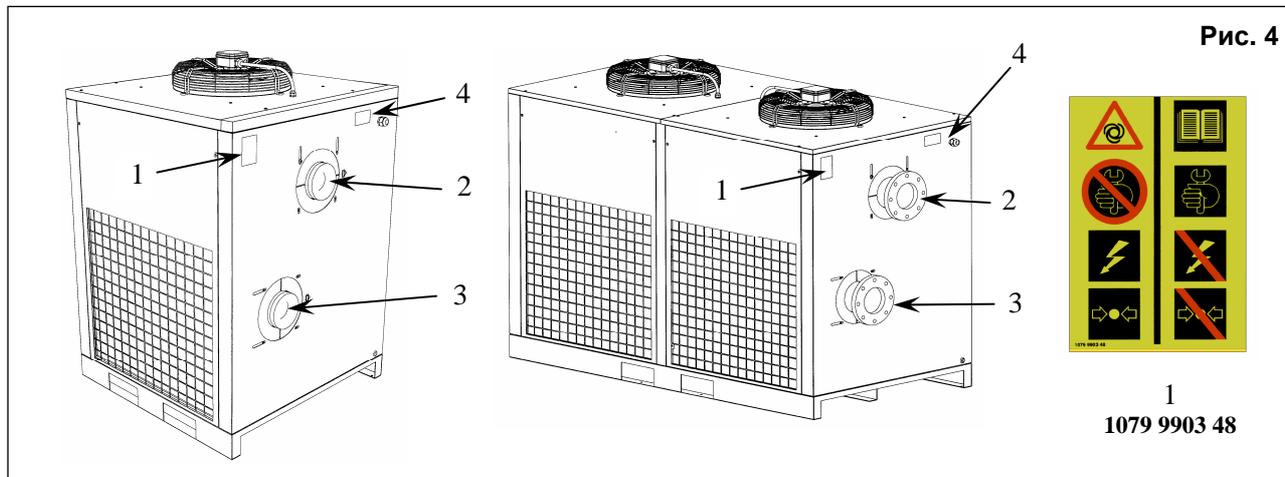

Рис. 4
8.1 ПОЛОЖЕНИЕ ТАБЛИЧЕК БЕЗОПАСНОСТИ (рис. 4)
8.2. ПОЛОЖЕНИЕ ТабличЕК БЕЗОПАСНОСТИ (рис. 4)